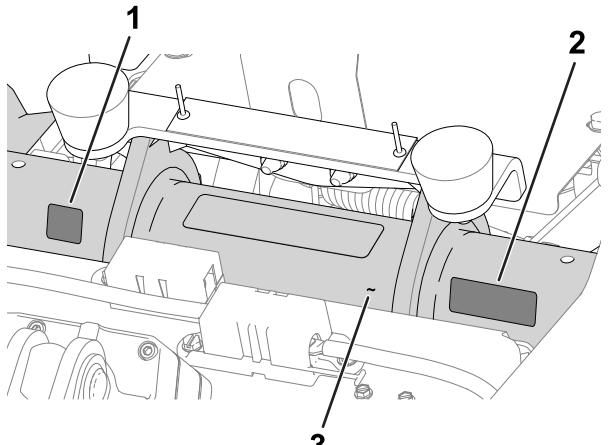

図 11
- **製造年デカル** および **CE/UKCA マークデカル** 運転席下のフレームチューブシリアル番号プレートの下に貼りつける図 11を参照。